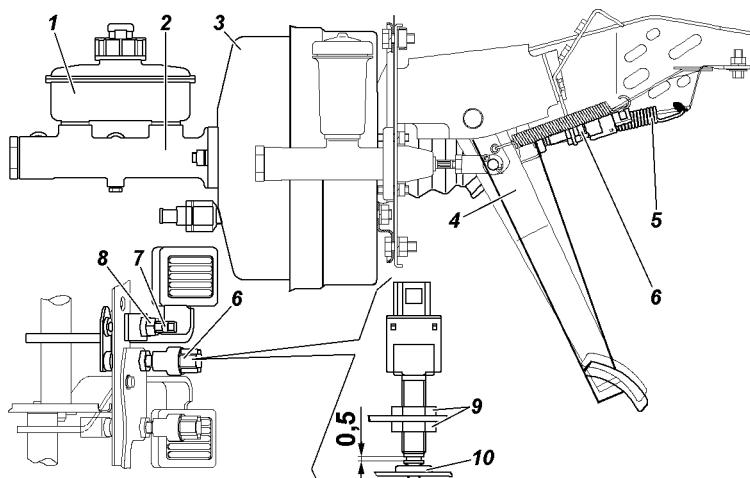

Рис. 9.62. Привод главного цилиндра:
**Свободный ход педали тормоза.** На автомобилях экологического класса 3 при необходимости вращением регулировочного винта 7 (рис. 9.62) выбирайте зазор в соединении: вилка толкателя вакуумного усилителя- палец- рычаг привода тормоза. Свободный ход педали должен быть 5-14 мм. После регулировки затяните гайку 8 винта с моментом 14 - 18 Н · м (1,4 - 1,8 кгс · м).